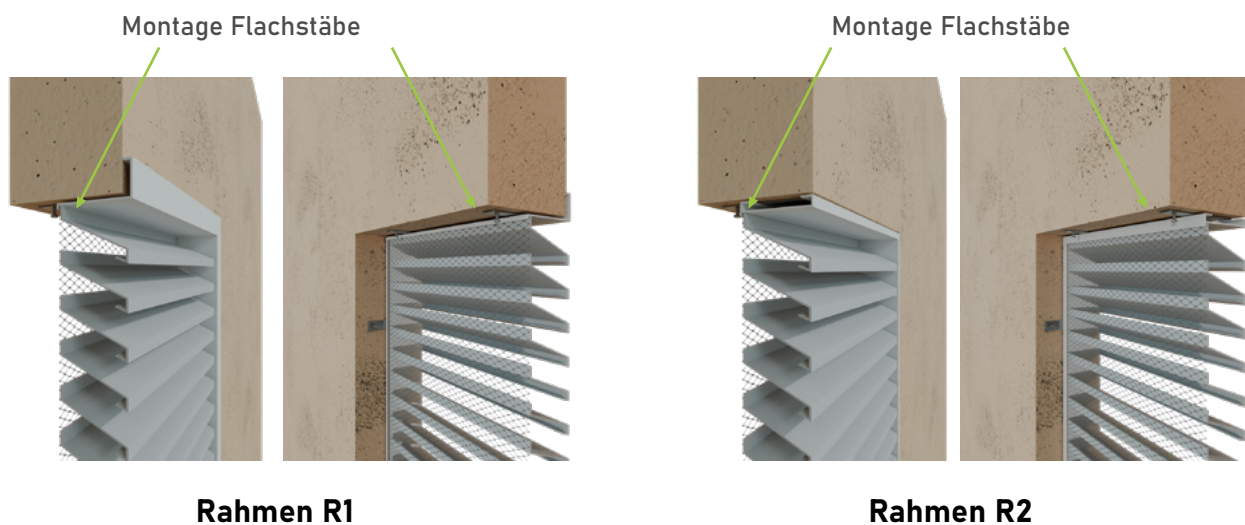

Abb. 4
- **W2** - verdeckte Montage mittels Schrauben und Montageflächen (Abb. 4)